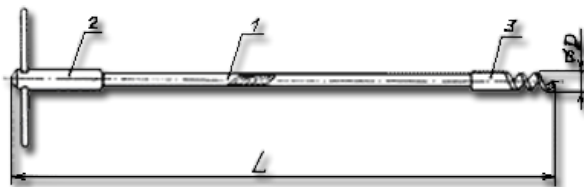

Рисунок 1
Экстрактор (рис. 1) представляет собой гибкий вал из оцинкованного стального каната (1) с металлической Т-образной ручкой (2) на одном конце и специальным наконечником (3) на втором конце. Наконечник выполнен в виде шнека по специальной геометрии из высококачественной закаленной стали, что позволяет легко и надежно вкручивать наконечник в различные типы уплотнительных набивок - графитовые, арамидные, асбестовые, фторопластовые, углеволоконные, комбинированные, армированные металлической фольгой или проволокой и другие.